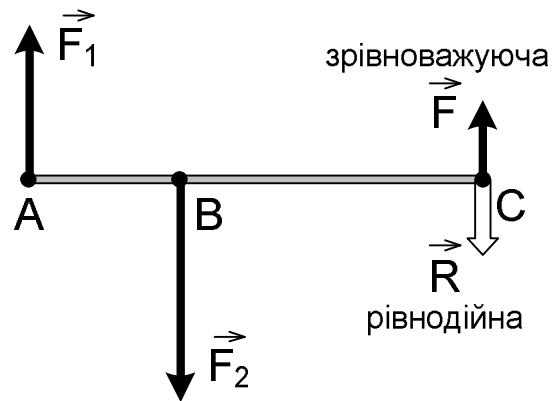

Рис. 13
3. Результат обох демонстрацій можна трактувати і як приклад додавання паралельних сил, направлених в протилежні сторони. Наступні міркування ілюструються рис. 13. Можна вважати, що додаються сили  $F_1$  і  $F_2$ , а  $F$  є урівноважуючою. Тепер модуль урівноважуючої (а, отже, і рівнодійної) дорівнює різниці сил  $F_1$  і  $F_2$ , а відстані від точки прикладання рівнодійної до точок прикладання складових обернено пропорційні складовим.